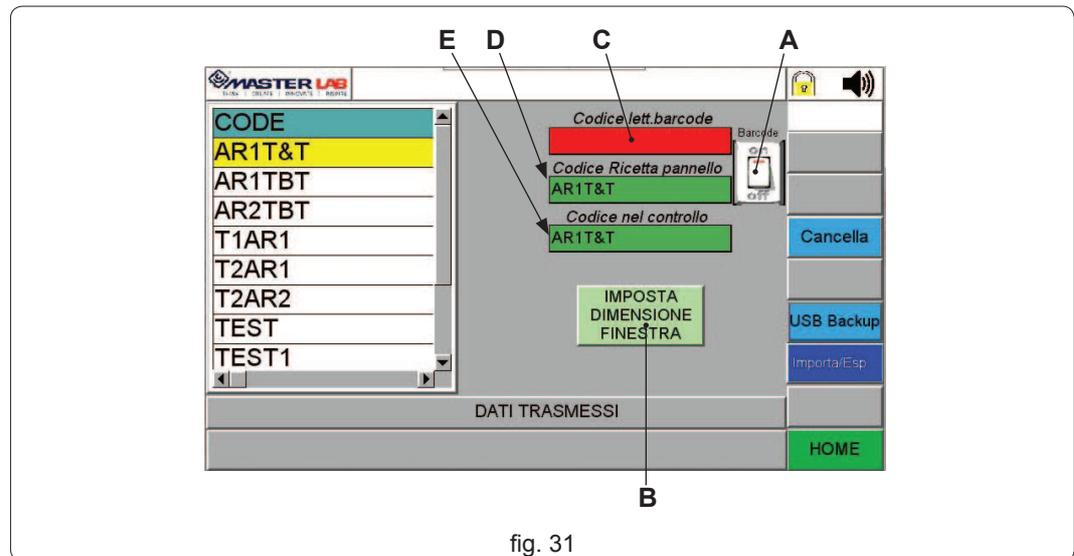
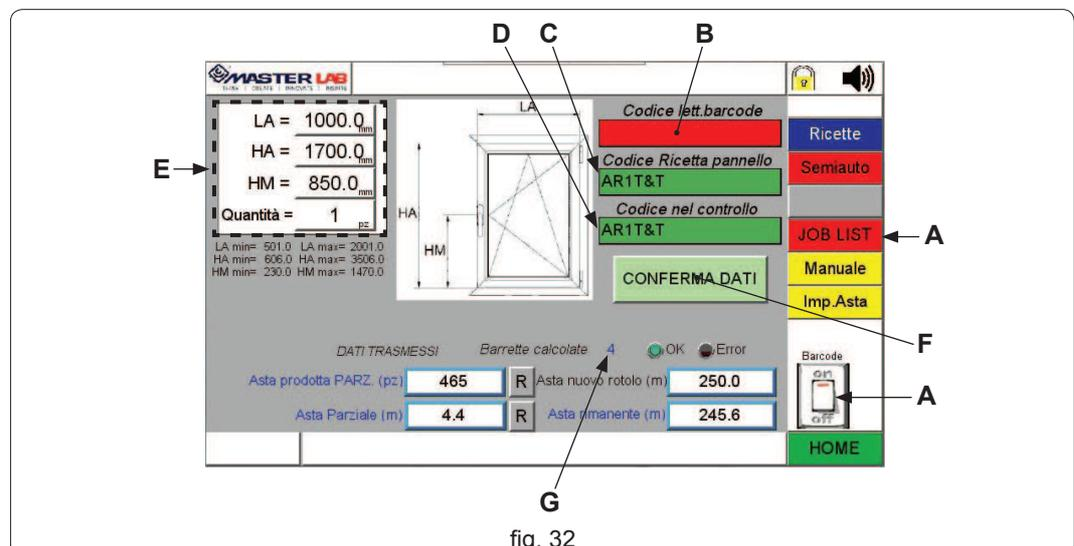

fig. 31
fig. 32
Il pulsante attivatore del lettore bar-code (fig. 31 rif. A) è presente sia nella schermata "Ricette" (fig. 31) che in "IMPOSTA DIMENSIONE FINESTRA" (fig. 32 rif. A).
All'attivazione dello strumento compare la casella di colore rosso di visualizzazione dedicata (fig. 31 rif. C). In questa casella comparirà il codice letto.
Lo sfondo della casella (fig. 31 rif. C) diventerà verde se il codice viene trovato con successo nel database delle ricette.
La seconda casella "Codice ricetta pannello" (fig. 31 rif. D) contiene il codice della ricetta attualmente selezionata sul pannello.
La terza casella "Codice nel controllo" (fig. 31 rif. E) contiene il codice della ricetta attualmente trasferita all'interno del controllo ed usata per i calcoli e la produzione delle barrette.
Quando tutti codici coincidono, lo sfondo delle 3 caselle è verde ed il tasto "IMPOSTA DIMENSIONE FINESTRA" (fig. 31 rif. B) può essere selezionato.
Quando si è nella schermata "IMPOSTA DIMENSIONE FINESTRA" (fig. 32), con il lettore bar-code abilitato (fig. 32 rif. A), procedere in questo modo:
- scansionare il codice col bar-code: il codice comparirà nella casella rossa (fig. 32 rif. B);
- attendere il trasferimento dei dati che verrà effettuato automaticamente se il codice è presente nel database della macchina: in caso positivo le 3 caselle diventano verdi (fig. 32 rif. B, C e D);
- Inserire i 4 parametri richiesti (fig. 32 rif. E) seguiti dal tasto "CONFERMA DATI" (fig. 32 rif. F) come descritto al cap. 4.13;
- Automaticamente la macchina ricalcola le barrette da produrre per singolo infisso e ne mostra il numero sotto (fig. 32 rif. G).
- Per iniziare la produzione della tipologia prescelta toccare il tasto "JOB LIST" (fig. 32 rif. A) e di seguito il tasto start (fig. 28 rif. B).